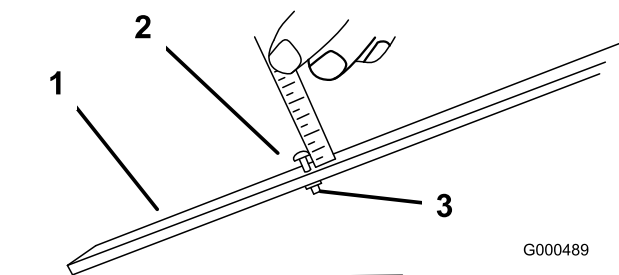

Figura 48
- Desaperte a porca da barra indicadora (Figura 48) e regule o parafuso de ajuste para a altura de corte desejada. A distância entre a parte inferior da cabeça do parafuso e a face da barra é a altura de corte.